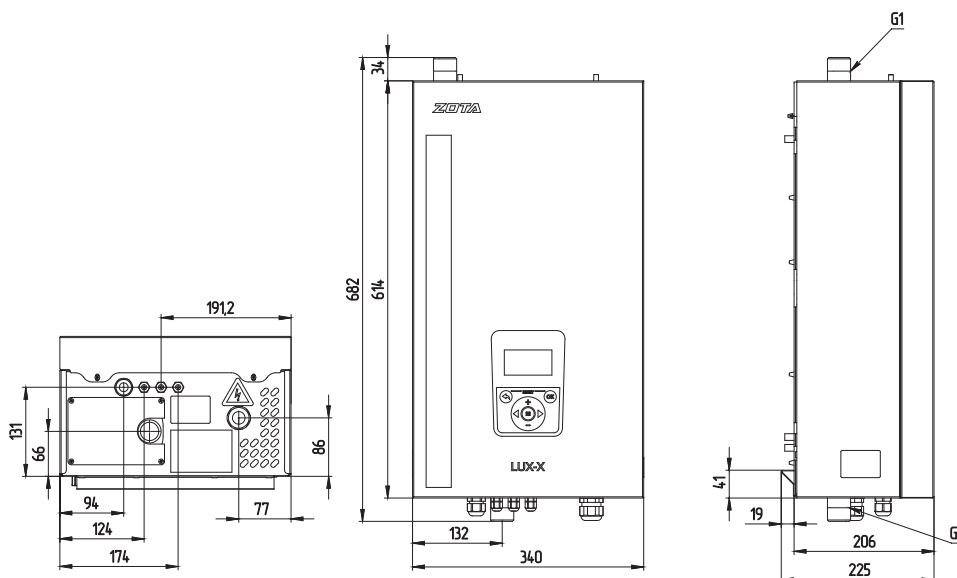

Рис.8 Габаритные размеры ZOTA LUX-X 4,5-7,5
- подсоединить котел к системе отопления. Габаритные и присоединительные размеры котлов указаны на **Рис.8, 9, 10, 11, 12, 13**;